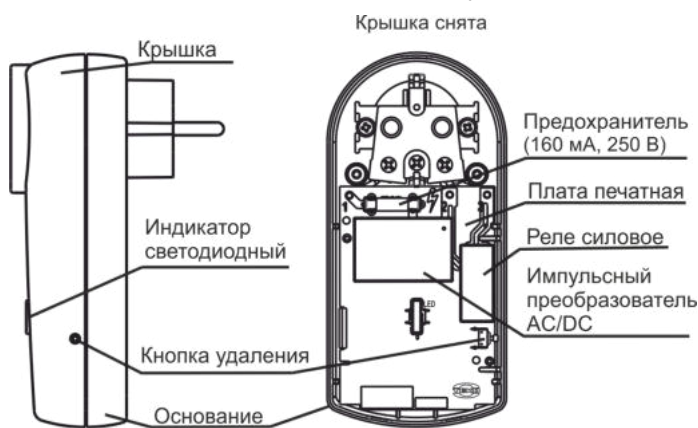

Рисунок 2
**4.1** Конструктивно БРР выполнена в корпусе, совмещенном с вилкой и розеткой на 220 В. Внутри корпуса находится печатная плата с радиоэлементами (рисунок 2).